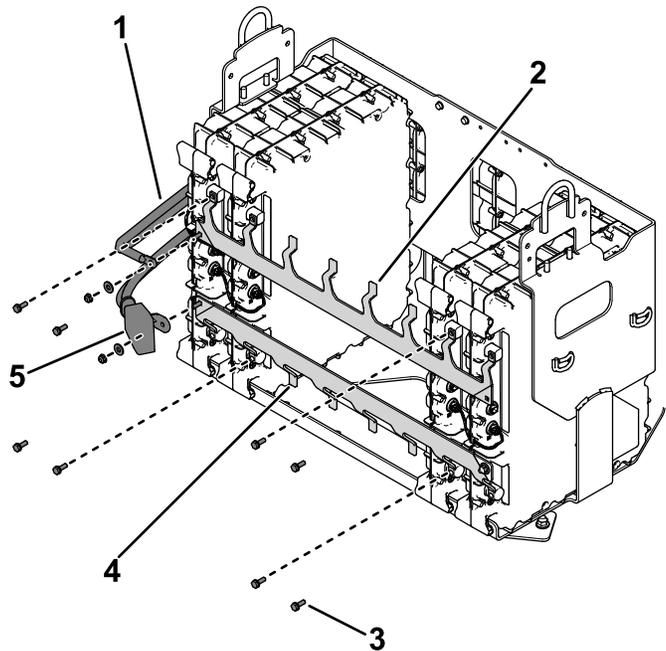
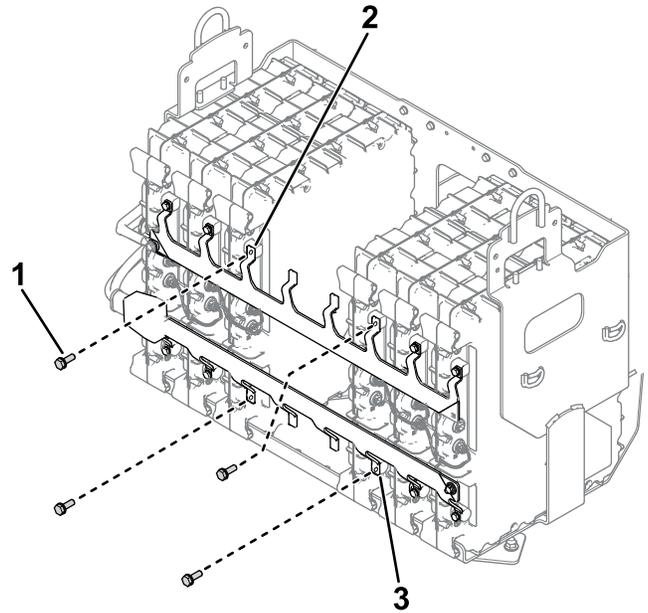

Figura 3
Figura 8
4. Rimuovete i busbar (Figura 3) dal vano batteria.
- C. Utilizzate i bulloni in dotazione nel kit per fissare, senza serrarli, i busbar sulle nuove batterie (Figura 8).
A. Utilizzate i bulloni rimossi in precedenza per fissare, senza serrarli, i busbar sulle batterie (Figura 3).
B. Usate la bulloneria rimossa in precedenza per montare i cavi batteria sui busbar (Figura 3).
6. Verificate che i busbar siano correttamente in sede e serrate i bulloni che avete utilizzato per fissare i busbar alle batterie (Figura 3 e Figura 8) a 11 N·m.